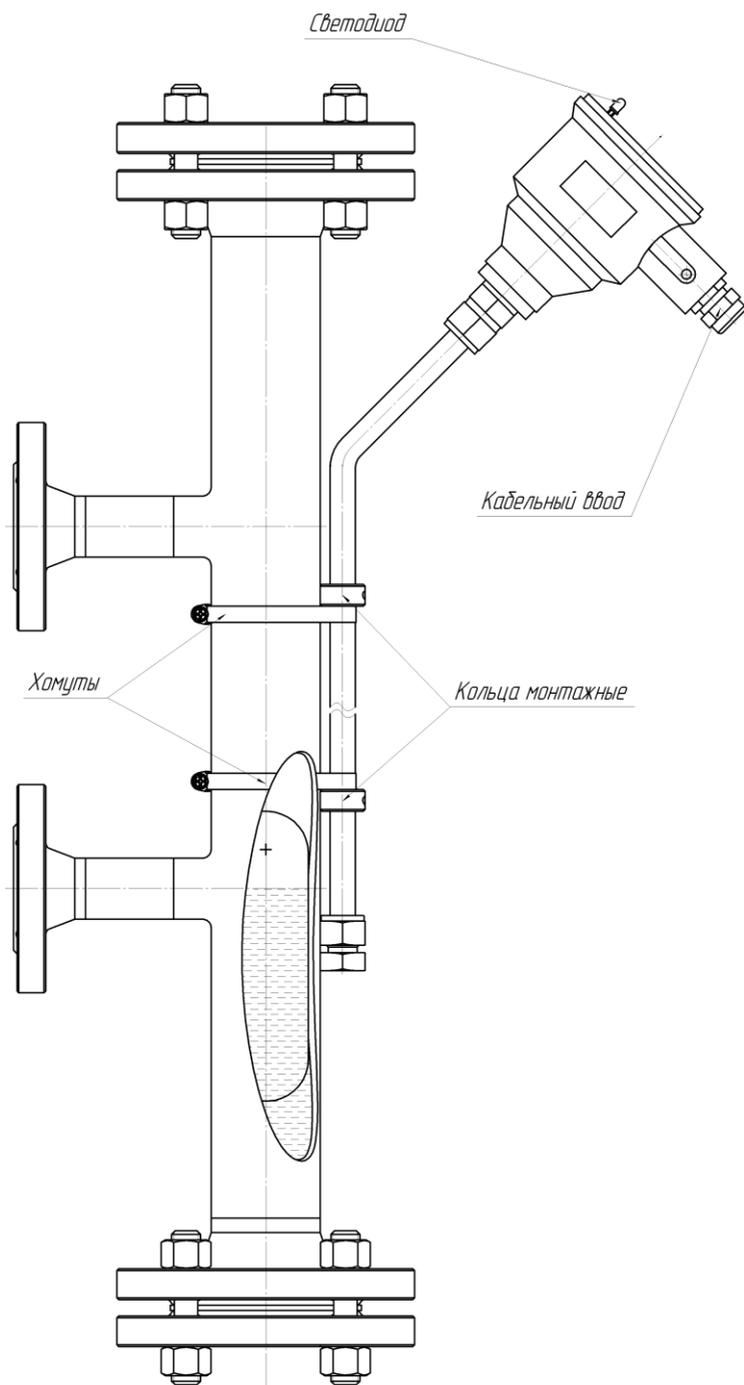

Рисунок 8.3 – Схема монтажа датчика уровня
- Затяжку гаек фланцевого соединения следует выполнять равномерно в 3...4 подхода в последовательности «крест-накрест» (см. рис. 8.3). В качестве последней операции рекомендуем затяжку по кругу.
1. - вытащить светодиодную плату из разъема ⑬;
2. - установить светодиодную плату в разъем ⑫;
Ограничивающие кольца ⑥ при фиксации датчика уровня расположить в соответствии с схемой монтажной см. рис. 8.3. 3